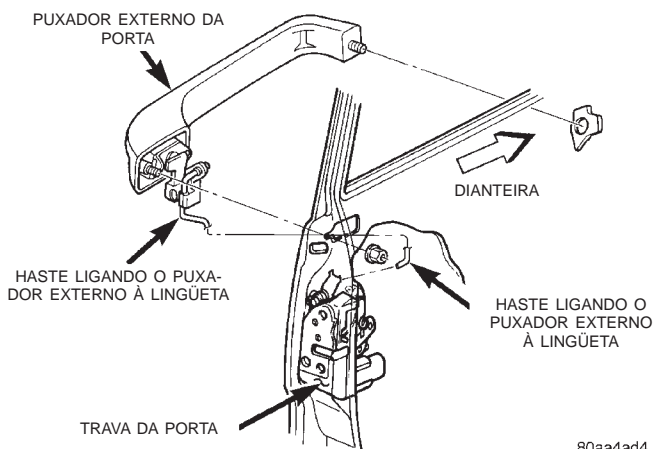

Fig. 33 Puxador Externo da Porta Dianteira
(1) Remova o painel de acabamento da porta e a barragem de água.
(2) Remova a tampa do furo de acesso e remova a porca traseira que prende o puxador à porta (Fig. 33).
(3) Desengate a haste que liga o puxador à lingüeta do braço de liberação da lingüeta do puxador.
(4) Remova a porca dianteira que prende o puxador à porta.
(5) Separe o puxador da porta.